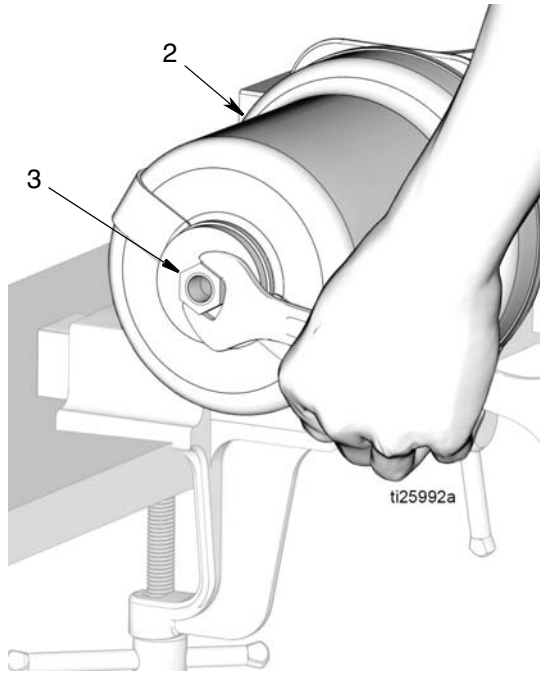

图 54
- e. 将活塞防松螺母 (3) 拧入气缸 (2) 顶部，如图 54 所示。用扳手拧紧螺母。用 15-17 磅英尺 (20.3-23.1 N•m) 的扭力拧紧。